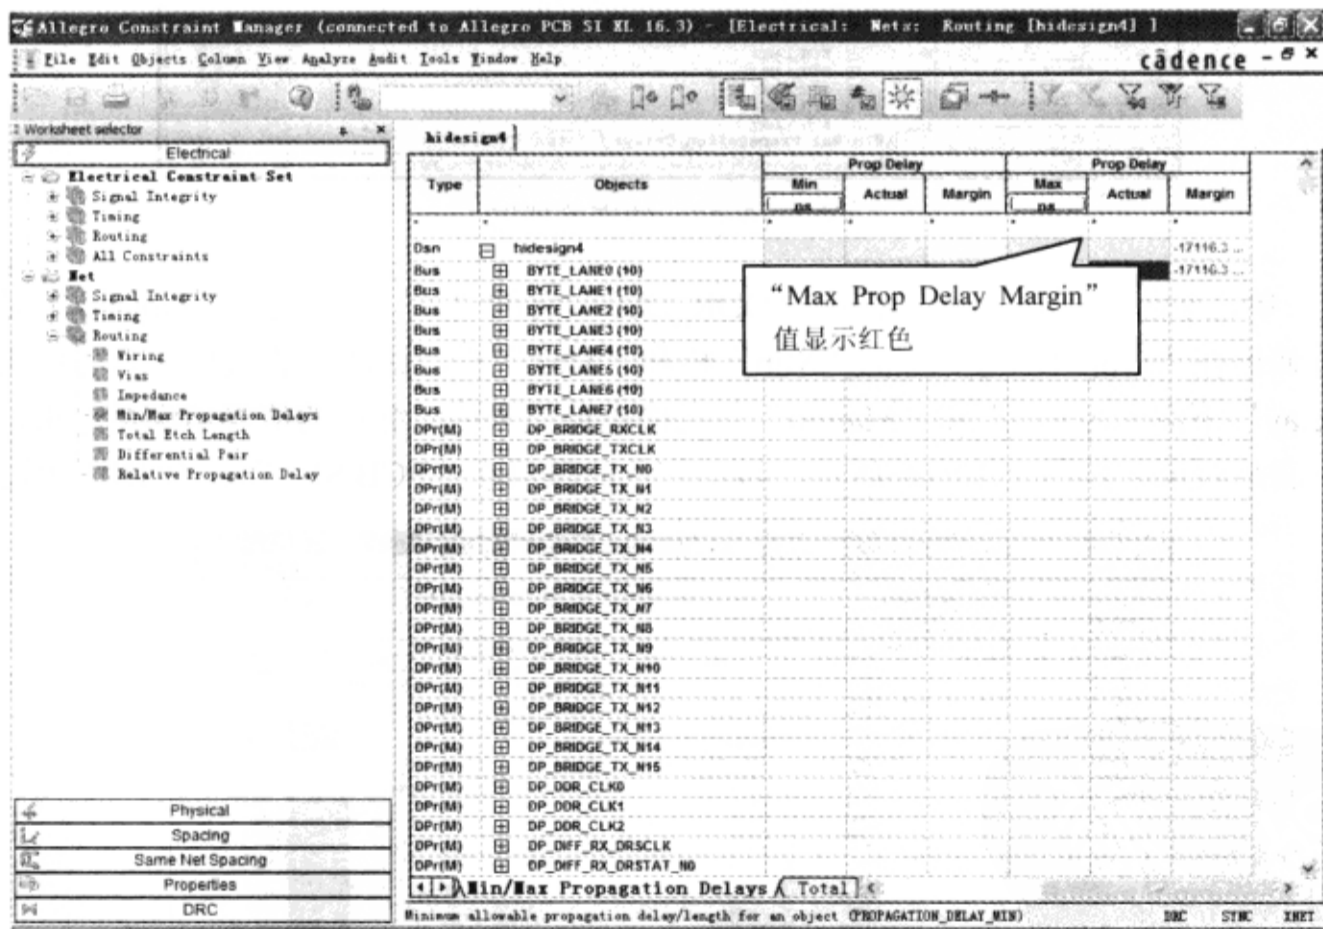

图 3-10-70 约束违背
(1) 重新打开约束管理器，可以看到约束管理器的“Dsn”的“Objects”属性已经变成“hidesign4”，在“Allegro Constraint Manager”对话框中，“hidesign4”行的“Max Prop Delay Margin”值显示红色，如图 3-10-70 所示。